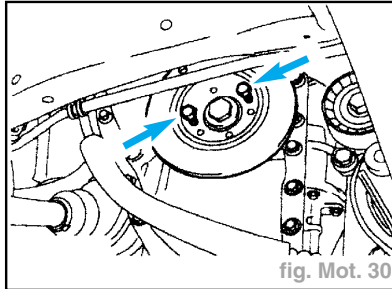

fig. Mot. 30
- repousser l'amortisseur de vibrations à l'aide de deux vis M6 x 20 (fig. Mot. 30).